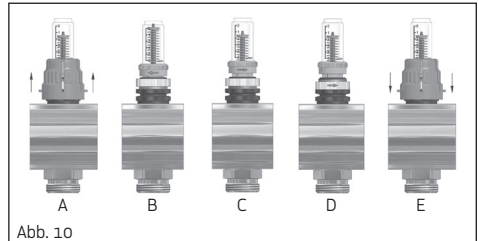

Abb. 10
- a. Die orangefarbene Abdeckung gemäß Abb. 10-A abnehmen.
- b. Den FLUXER durch Drehen des oberen Rings in Richtung des Pfeils in Abb. 10-B verschließen. In der Schließstellung zeigt der Anzeiger einen Durchfluss gleich null an.
- c. Nun den gleichen Ring in die entgegengesetzte Richtung drehen (Abb. 10-C) und den korrekten Durchflusswert auf dem Schauglas überprüfen.
- d. Den unteren Ring in Richtung des Pfeils in Abb. 10-D bis zum mechanischen Anschlag drehen.
- e. Schließlich die orangefarbene Abdeckung wieder aufsetzen (Abb. 10-E).